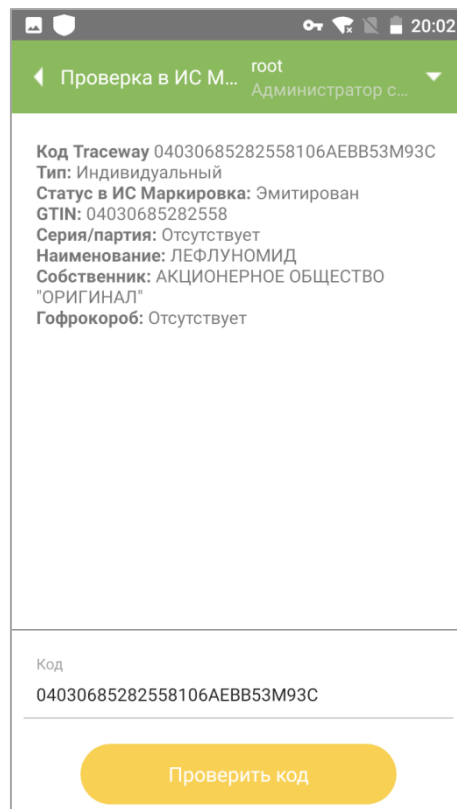

Рисунок 15.2
3. В результате на экране отобразится информация по коду, в том числе статус в «ИС Маркировка» (Рисунок 15.2).